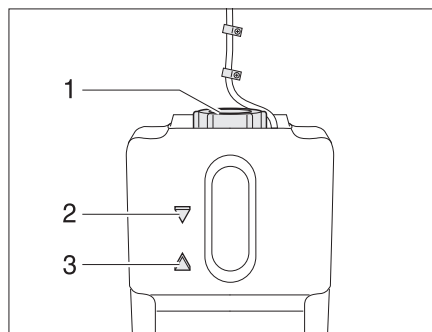

Fig. 154 Vaso d'espansione riscaldamento ad acqua calda
- Controllare se nel vaso di espansione (Fig. 154) il livello del liquido si trova tra le marcature "MIN" (Fig. 154,3) e "MAX" (Fig. 154,2).
- Aprire il coperchio (Fig. 154,1) del vaso di espansione.